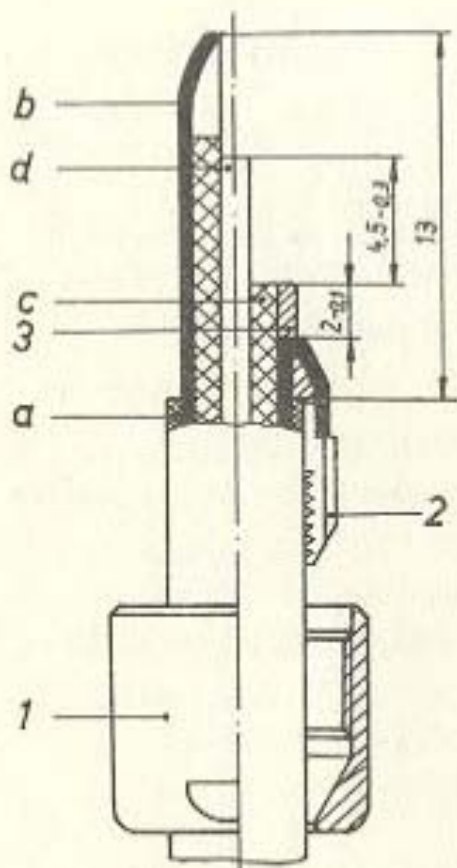

Bild 1
Teil (1) des Steckverbinders, wie im Bild 1 dargestellt,